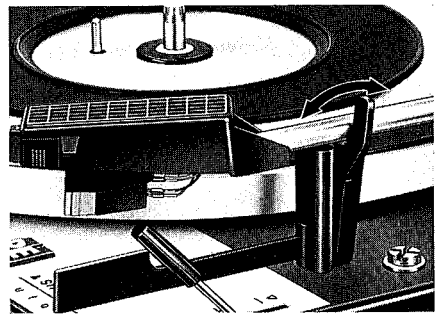

Fig. 7
Dann wählen Sie die erforderliche Plattenteller-Drehzahl (3) und entriegeln den Tonarm (Fig. 7).